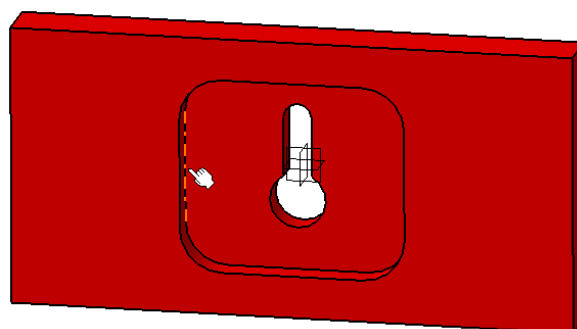

Рис. 124
10) Тепер вибрати вертикальну крайку **Pocket.1**, як показано на малюнку (рис. 124).